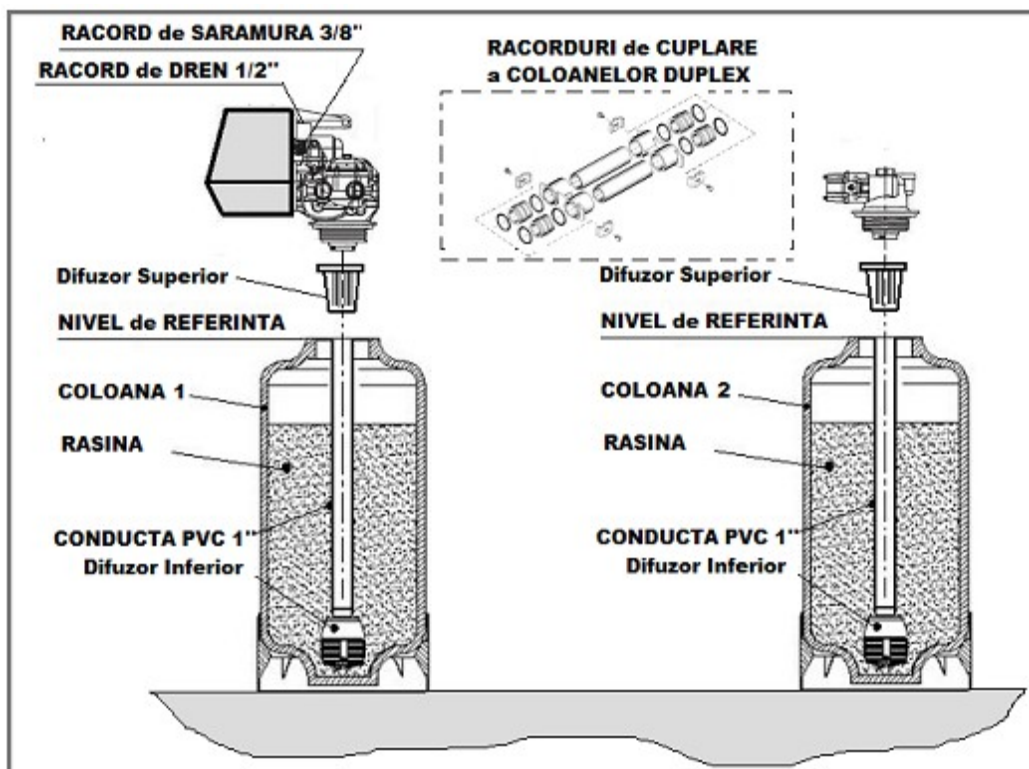

Fig. 20
- dupa introducerea Conductei PVC in Coloana si pozitionarea difuzorului in centrul de jos al coloanei se verifica NIVELUL DE REFERINTA ca in fig.20 !! ;